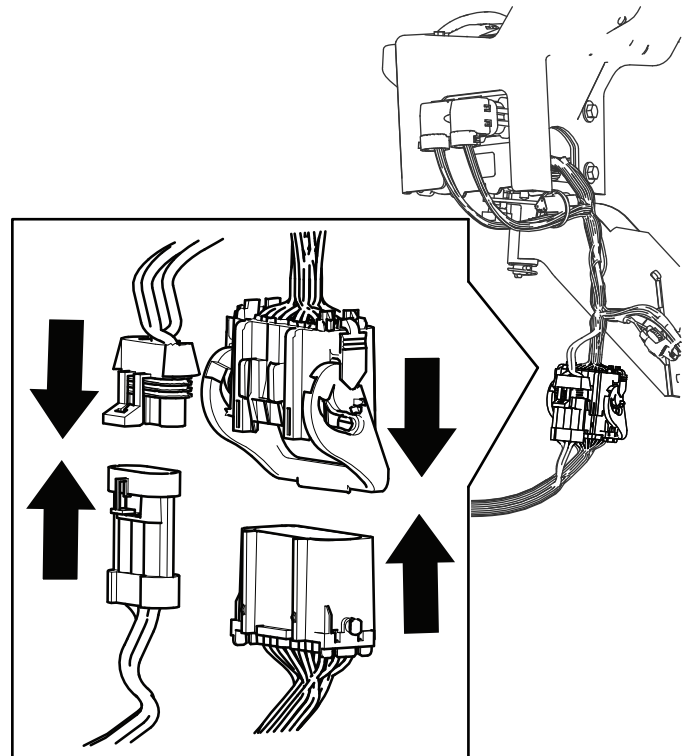

**Figura 22**
2. Instalezi o clemă J în spatele scaunului pasagerului (Figura 22) folosind un urub ( $\frac{1}{4} \times \frac{1}{2}$ ") i o piuliță cu guler ( $\frac{1}{4}$ ").
3. Fixai cablajul consolei de comandă pe consolă i pe înveliul ROPS folosind clemele J (Figura 22).